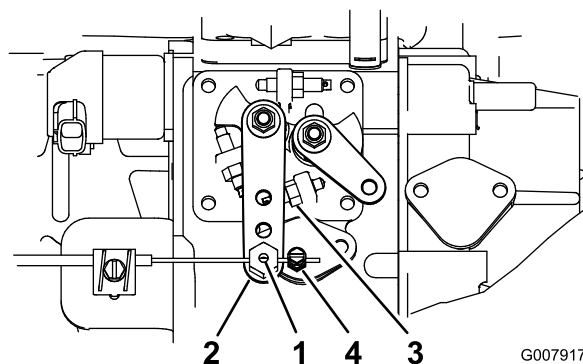

Figura 54
3. Sujete la palanca de la bomba de inyección contra el tope de ralentí alto (Figura 54).
2. Afloje el conector del cable del acelerador, en el cable del acelerador, junto a la palanca de la bomba de inyección (Figura 54).